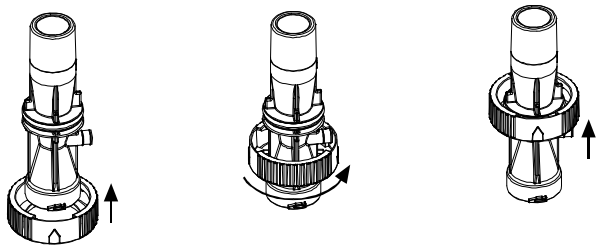

図 12: インレットリングをベンチュリーに通す
6. インレットリングをベンチュリーに通します(図 12)。